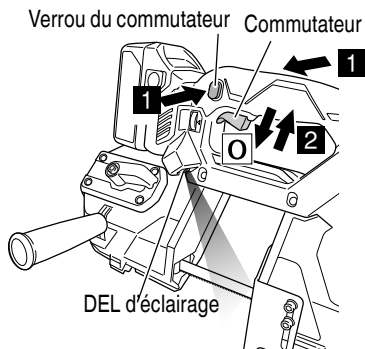

Fig. 9
6. Fonctionnement du commutateur (Fig. 9)